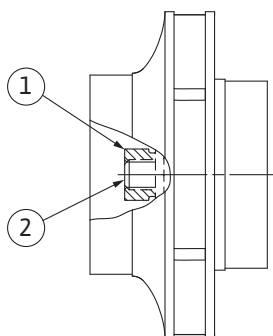

Fig. 106: Correcte positie van de waaiermoer na de installatie
8. Houd de as vast met een steeksleutel (sleutelwijdte 22 mm) en draai de waaiermoer met het voorgeschreven aandraaimoment vast (zie de tabel „Aandraaimomenten” [► 389]). De moer (Fig. 106, pos. 1) moet ongeveer $\pm 0,5$ mm gelijk liggen met het uiteinde van de as (Fig. 106, pos. 2). Als dit niet het geval is, draai de moer dan los en herhaal de stap- pen 4 – 8.
9. Verwijder de steeksleutel en monteer het beschermplaatje (Fig. I, pos. 27) weer.